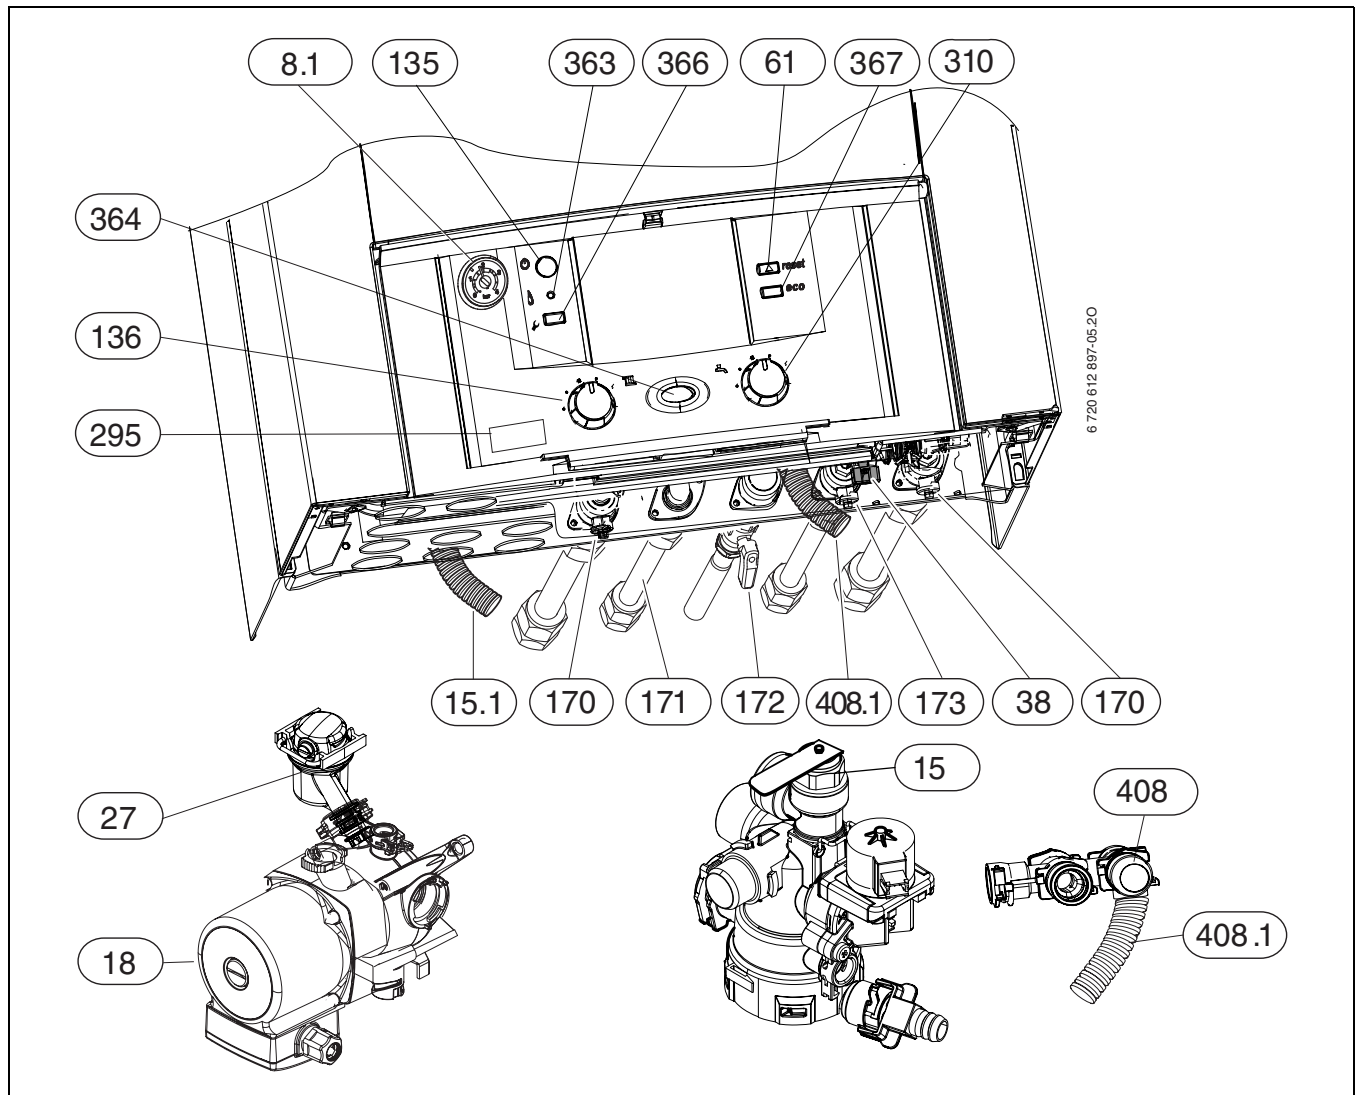

Fig. 21
- ▶ Aprire il rubinetto d'acqua fredda sanitaria (173).
- ▶ Aprire i due rubinetti del circuito riscaldamento (170).
- ▶ Riempire l'impianto di riscaldamento a 1 - 2 bar tramite il dispositivo di riempimento incorporato (pos. 38, fig. 21) e chiudere il rubinetto di riempimento.
- ▶ Aprire (e lasciare aperto) il dispositivo di sfiato automatico (27) del circuito di riscaldamento.
- ▶ Aprire il rubinetto gas (172).